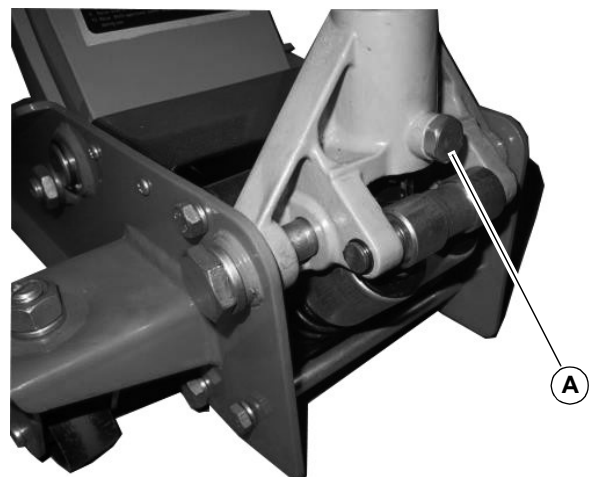

Abb. 5: Feststellschraube
Schritt 2: Entnehmen Sie die Feststellschraube (Pos. A, Abb. 5) aus der Pumphebelfassung.
Schritt 4: Ziehen Sie die Feststellschraube (Posw., A, Abb. 5) fest.